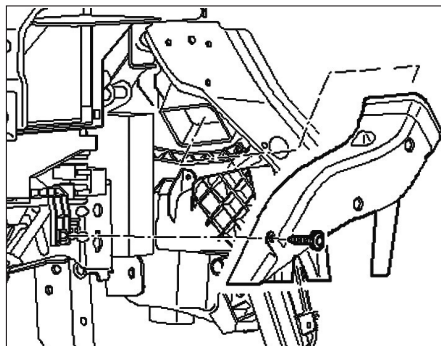

Fig. 14
- Déposer le conduit d'air inférieur côté conducteur (Fig.14).